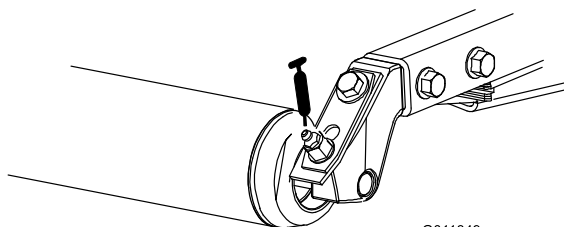

Рисунок 44
- Задние роликоподшипники (по 2 на режущий блок) (Рисунок 44)
**Примечание:** Для заглубленных масленок на валиках (Рисунок 44) требуется использование переходника к соплу смазочного пистолета. закажите деталь № по кат. 107-1998 у местного официального дистрибьютора компании Togo.